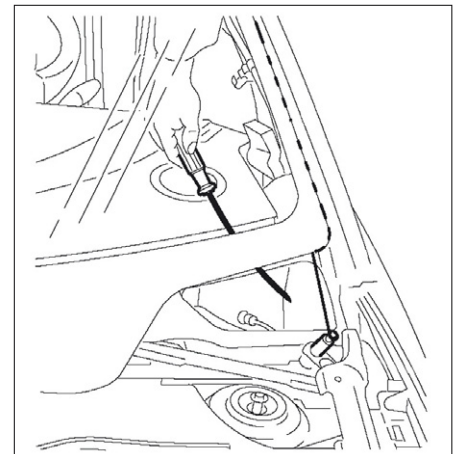

FIG. 80
- Fixer le fil à découper sur l'axe d'essuie-vitre (Fig.80).